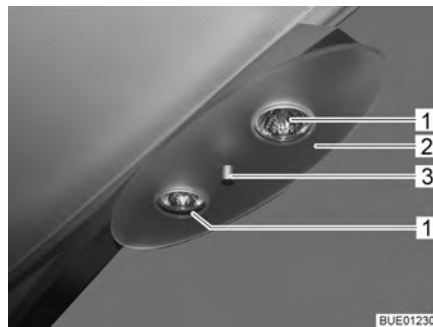

Fig. 201 Plafonnier halogène
- Dévisser l'écrou de fixation (Fig. 201,3) et retirer le plateau de couverture (Fig. 201,2).
- Retirer l'ampoule halogène (Fig. 201,1).